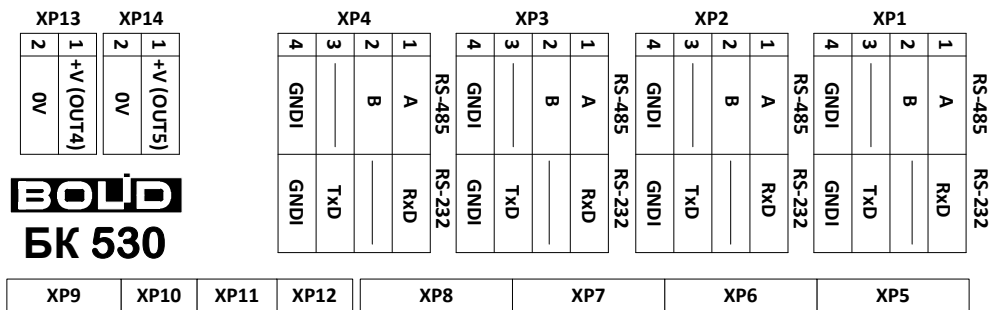

Рисунок 5. Схема подключения интерфейсов RS232 к ППО «Эгида»
- 14) при необходимости, выполните прямое подключение ПКУ «С2000М» к ППО «Эгида» по RS-232. Для этого задействуются клеммы XP4 и XP3 блока коммутации БК-530, которые подключены к соответствующим портам COM3 и COM4 ПК (рис. 5);
16) вернуть защитную пластину (4) на место, закрепить на закладных гайках;